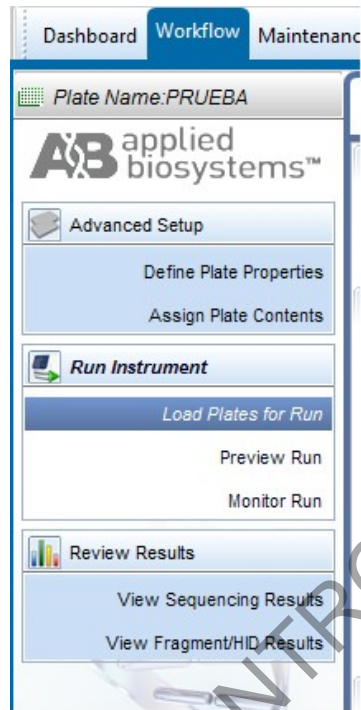

Figura 35. Vinculación de placa.
**7.16.2** Alternativamente, desde la pantalla principal, seleccione la pestaña "**Workflow**" que se encuentra en la parte superior izquierda. Se despliega una pantalla nueva, ahí debe escoger: "**Load Plates for Run**" y luego: "**Link Plate**". (ver figura 35)